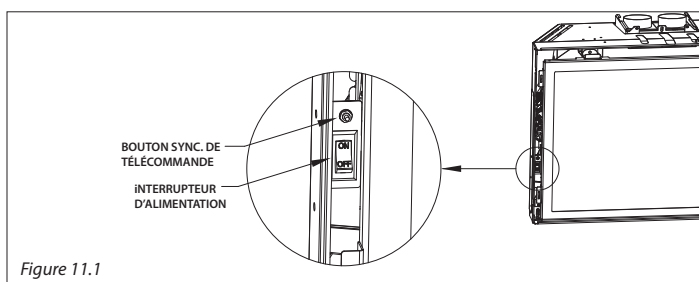

Figure 11.1
1. Repérer le boîtier du bloc-piles et le commutateur «OFF/REM/ON» du module de contrôle IFC, sur le côté gauche du foyer (Figure 11.1).